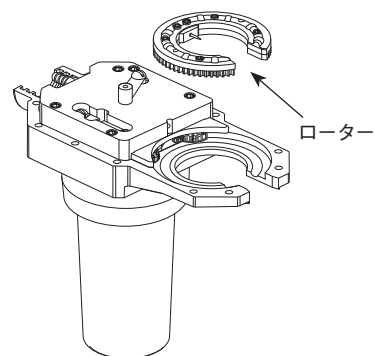

図 33：ローターを取り外す
7. ローターをモーター側ウェルド・ヘッド・ハウジングから取り外します。図 33 をご参照ください。